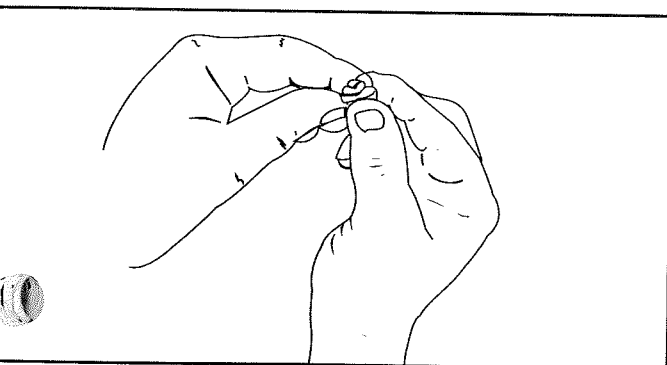

Fig. 27
5. Aperte o filtro para espalhar e eliminar o excesso de óleo (Fig. 27).